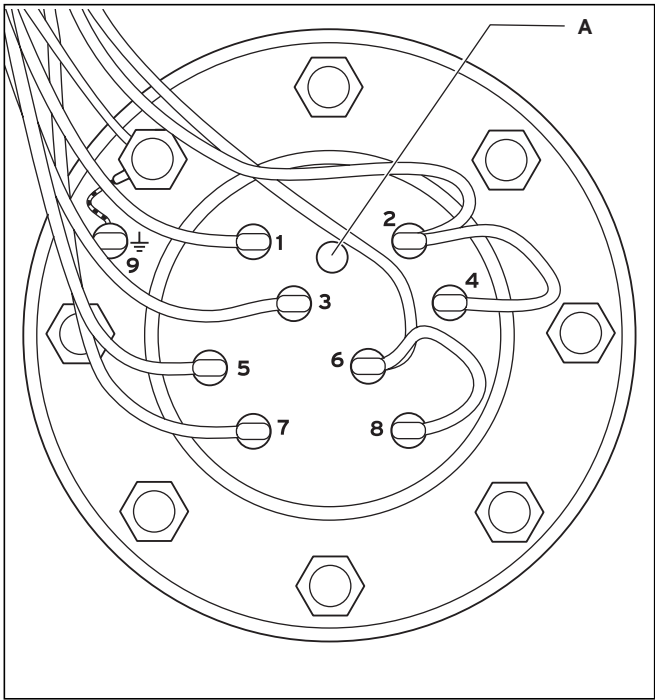

Fig. 8.13 Zona dei collegamenti nella flangia di riscaldamento
- Per il cablaggio, osservare la posizione dei cavi e confrontarla con la fig. 8.13 ab.